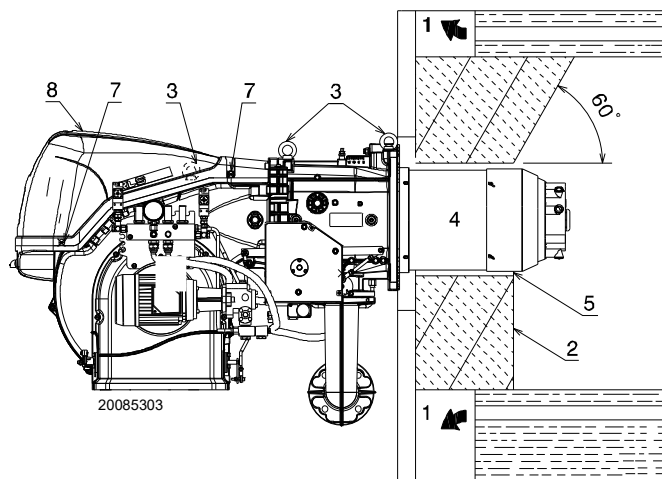

Рис. 13
Для котлов с передними оборотами дыма 1)(Рис. 13), или с камерой инверсии пламени выполните защитное приспособление из огнеупорного материала 5) между футеровкой котла 2) и соплом пламени 4).
Следует предусмотреть соответствующую систему подъема с креплением к кольцам 3)(Рис. 13).
- Вставьте термозащиту из комплекта на жаровую трубу 4)(Рис. 13).